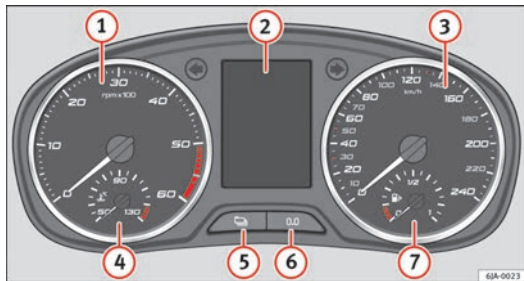

Abb. 31 Kombi-Instrument
Der rote Skalenbereich des Drehzahlmessers ① ⇒ Abb. 31 ⇒ Seite 57 zeigt den Bereich an, in dem das Motorsteuergerät die Beschränkung der Motor-drehzahl beginnt. Das Motorsteuergerät reduziert die Drehzahl auf einen sicheren Grenzwert.
Die Kühlmitteltemperaturanzeige  ⇒ Abb. 31 ⇒ Seite 57 arbeitet nur bei eingeschalteter Zündung.
Die Kraftstoffvorratsanzeige  ⇒ Abb. 31 ⇒ Seite 57 funktioniert nur bei eingeschalteter Zündung.
⇒ Abb. 31 ⇒ Seite 57.
Die verbleibende Restlaufstrecke und Tage bis zum Inspektionservice können jederzeit bei eingeschalteter Zündung durch Drücken der Taste  eingeblendet werden ⇒ Abb. 31 ⇒ Seite 57.
Durch Drücken der Taste **6** ⇒ Abb. 31 kann das Zurücksetzen der Serviceintervall-Anzeige vorgenommen werden ⇒ Seite 57.
Die Einstellung der Uhr erfolgt mit den Tasten **5** bis **6** ⇒ Abb. 31 ⇒ Seite 57.